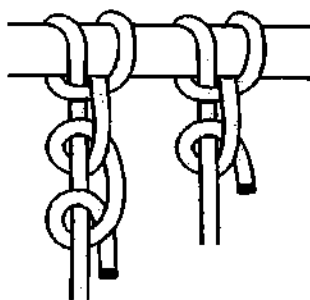

Рис. 546. Мачтовый штык.
**Мачтовый штык** – ещё одна разновидность *штыка с обносом* (рис. 546). **Мачтовый штык** представляет собой *выбленочный узел* с двумя контрольными полуштыками или даже два *выбленочных узла* – один узел завязан на опоре, а другой на коренном конце.